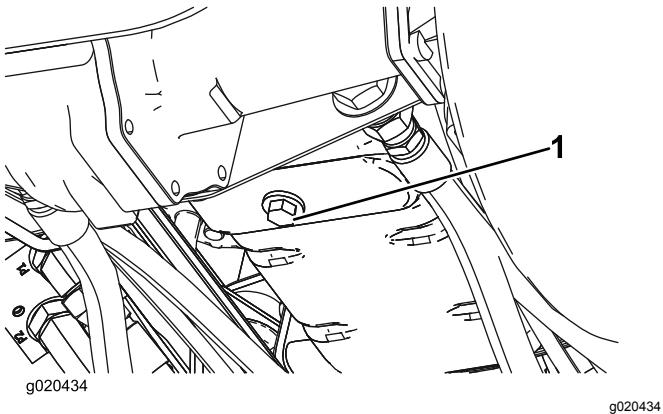

Bild 75
1. Entfernen Sie die Ablassschraube (**Bild 75**) und lassen Sie das Öl in die Auffangwanne ab. Schrauben Sie die Ablassschraube wieder ein, nachdem das Öl abgelaufen ist.